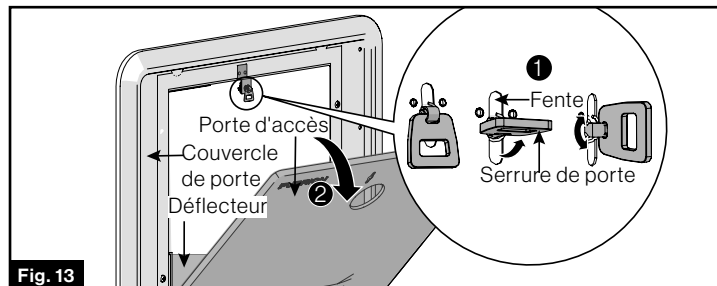

Fig. 13
- Retirez la porte d'accès et le cadre de la boîte, séparez les composants. (Fig. 13)
- Étape ① : séparez la porte d'accès du cadre de fixation. Soulevez le verrou et tournez de 90° pour déverrouiller le couvercle de porte de la bordure.
- Étape ② : Retirez la porte d'accès du cadre de montage.**REMARQUE :** Le déflecteur n'a pas besoin d'être enlevé.